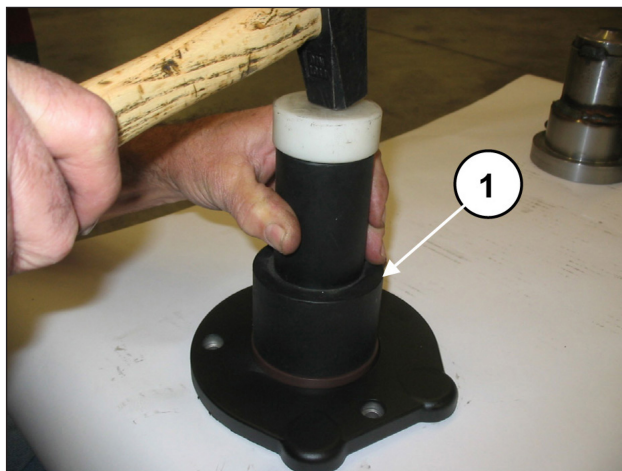

Fig. 70
Inserire il paraolio all'interno della flangia riduttore mediante l'utilizzo degli attrezzi cod. 27515900 e 27548200 (pos. ①, Fig. 70).